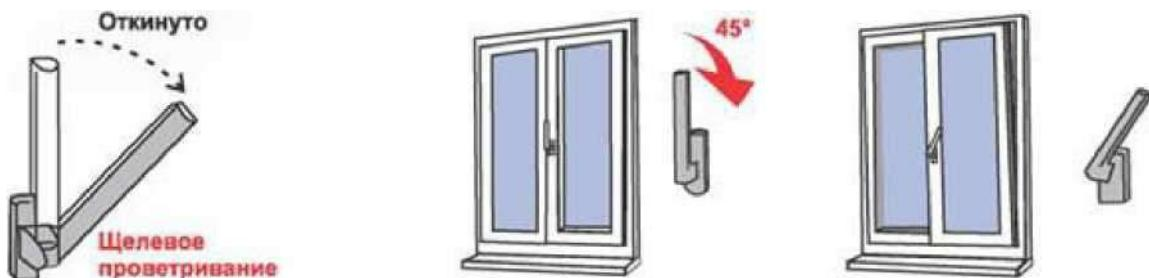

Рисунок 3
- 5) Для перевода створки в положение «**Проветривание**»} ручку поворачивают из положения «Откинуто» в положение «Проветривание» на 45 градусов (см. Рис. 3) При этом створка окна (после небольшого поворота относительно нижней горизонтальной оси) фиксируется, будучи неплотно прижатой к раме окна вверху. Зазор между рамой окна и створкой (в верхней части) в данном режиме может составлять от 5 до 10мм. и регулируется небольшим поворотом ручки (щелевой режим).